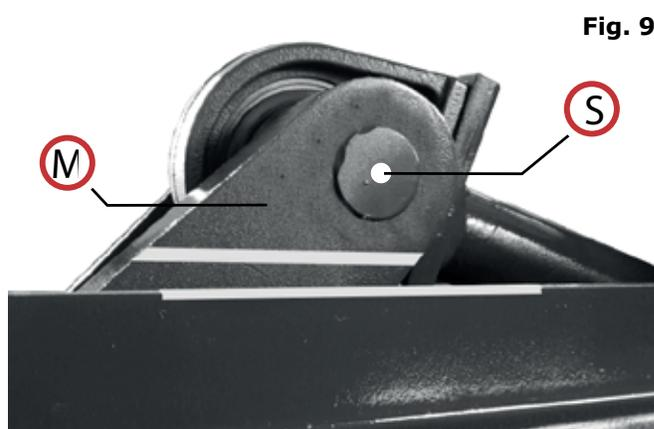

Fig. 9
1. Gire el volante con la mano hasta que la señal marcada en la mani vela (M) coincida con la del lado de la cámara (lado de la caja de engranes). El pistón se sincronizará de esta manera (Fig. 9).
2. Si las señales no son visibles, gire el volante con la mano hasta que el centro del pasador del cigüeñal (S) esté entre 2 y 4 cm más alto que la plataforma lateral de la cámara. El pistón se sincronizará de esta forma.